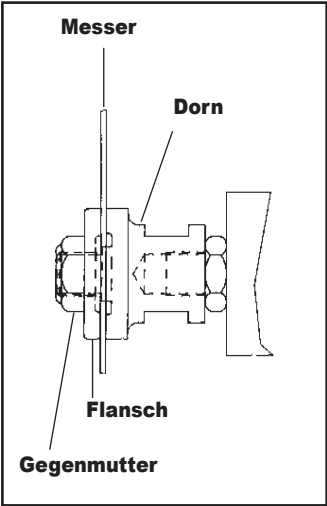

ABB. 2
- Standarddorn – Messer in den Dornansatz (Durchmesser = $\frac{5}{8}$ " (15,9 mm), siehe Abb. 2) einsetzen. Bauen Sie den Flansch mit der entlasteten Seite zum Messer hin ein. Schrauben Sie anschließend die Gegenmutter auf. Ziehen Sie, während Sie einen Schraubenschlüssel (im Lieferumfang) an den flachen Seiten des Dorns ($\frac{7}{8}$ ") angesetzt haben, die Gegenmutter des Dorns fest. Das Messer muss vollständig auf dem Dornansatz sitzen und bündig zur Dornoberfläche liegen.